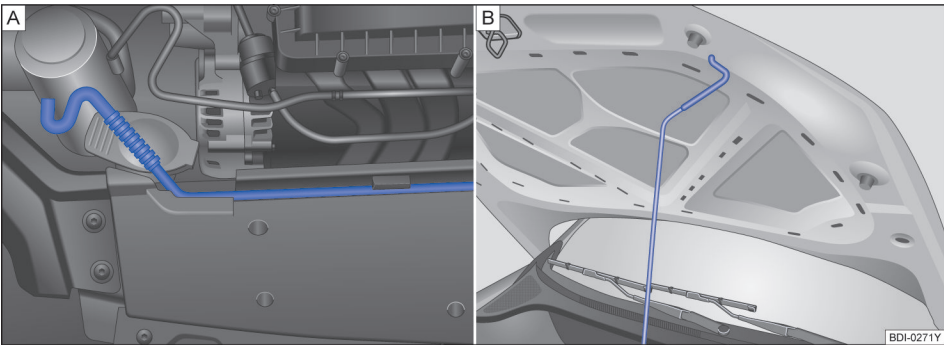

图 136 发动机舱盖支撑杆处于安放及固定位置
- 将发动机舱盖支撑杆⇒图 136 从其固定支架上取下。
- 将发动机舱盖支撑杆挂入图示位置的开口上⇒图 136。